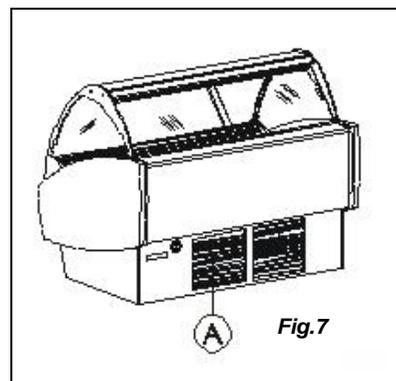

Fig.7
- les grilles pour le passage de l'air de refroidissement du condensateur ne sont pas bouchées (fig. 7 pos. A) ;